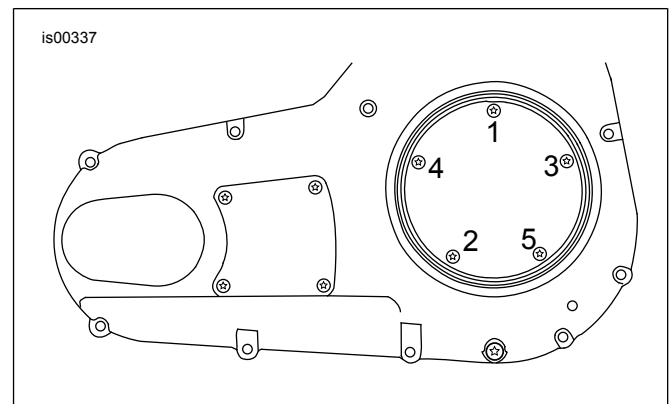

Figura 1. Sequenza di serraggio, coperchio di accesso alla frizione
6. Collocare una rondella nella filettatura di una delle viti. Applicare qualche goccia di Loctite 243 alle filettature della vite. Inserire la vite nel foro superiore (posizione 1 in Figura 1) nel coperchio di accesso alla frizione e inserirla a fondo attraverso il foro triangolare nella guarnizione. Non spingere la vite nel foro.
8. Serrare le viti ad una coppia di 10–12 N·m (84–108 in-lbs) nella sequenza illustrata in Figura 1.